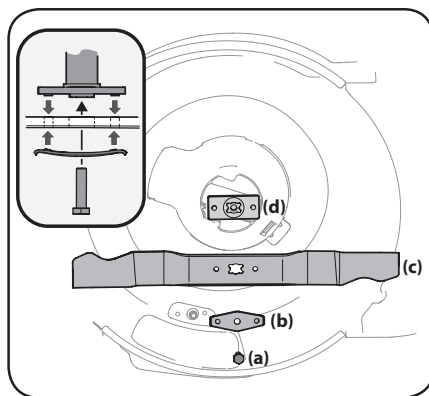

Figura 4-6
- Retire el perno (a) y el soporte de la cuchilla (b) que sostienen la cuchilla y el adaptador al cigüeñal del motor. Vea la Figura 4-6.
- Saque la cuchilla (c) y el adaptador (d) del cigüeñal. Vea la Figura 4-6.